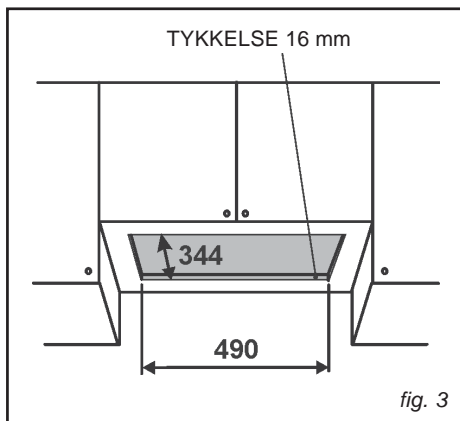

fig. 3
- Bor den nødvendige åbning til indsættelse af apparatet i bunden af køkkenelementet (fig. 3). Køkkenelementets nederste plade skal have en tykkelse på 16 mm.
- Indsæt apparatet i åbningen (fig. 3).
- Forbered den elektriske strømforsyning. Indsæt apparatet i åbningen (fig. 3).